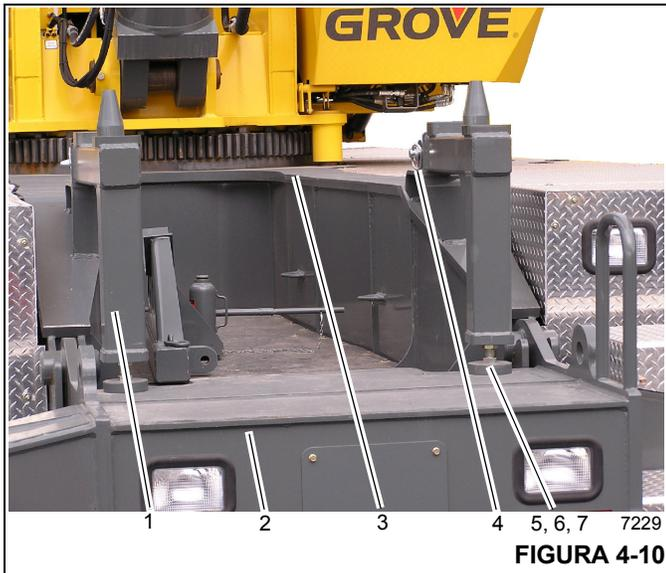
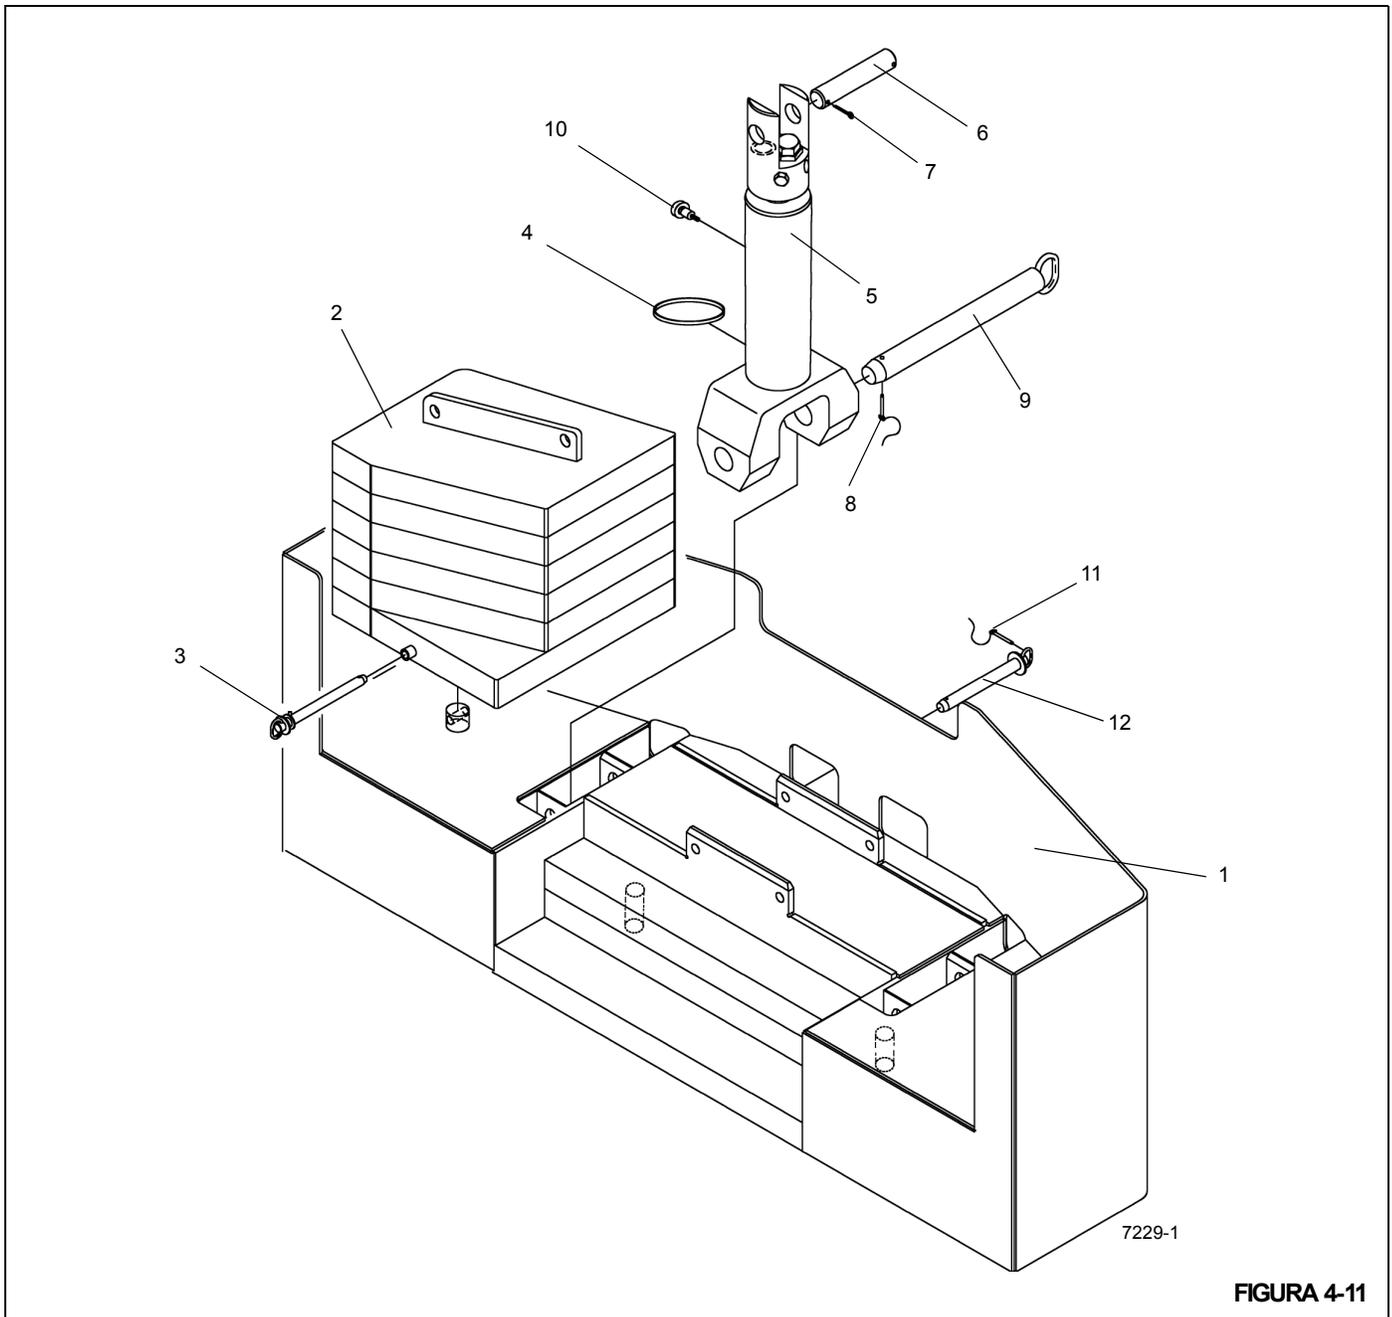
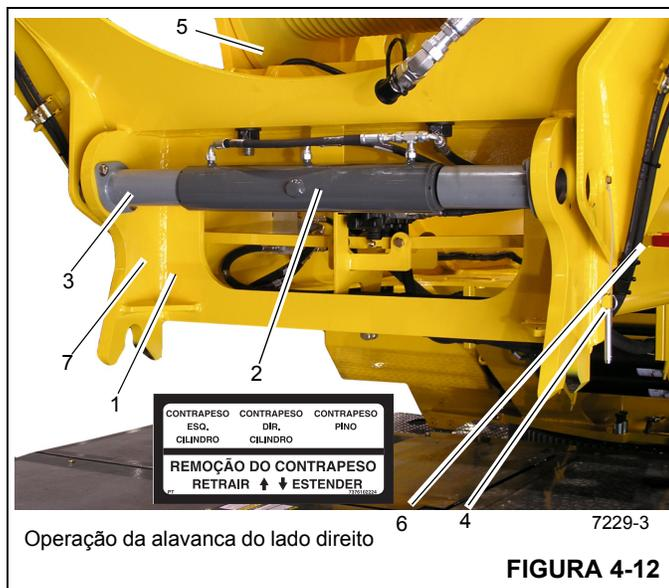

FIGURA 4-10
FIGURA 4-11
FIGURA 4-12
1. Utilizando um dispositivo de elevação adequado, instale os suportes do contrapeso (1) (Figura 4-10) na dianteira da estrutura do transportador (3) e prenda com pinos de engate (4).
O ajuste dos apoios do suporte do contrapeso (1) (Figura 4-10) é proibido quando o contrapeso (1) (Figura 4-11) estiver apoiado sobre eles.
3. Ajuste as placas de apoio (5) com os parafusos de ajuste (6) para dentro ou para fora do suporte do contrapeso até que as patolas do contrapeso na parte superior do suporte do contrapeso estejam niveladas. Não ultrapasse 5,72 cm (2.25 pol.).
4. Aperte as contraporcas (7) contra o suporte do contrapeso.
- Ao instalar o contrapeso (1) (Figura 4-11), verifique se os dois pinos de montagem hidráulica da estrutura do guincho auxiliar (7) (Figura 4-12) estejam totalmente estendidos e que os pinos retentores estejam no lugar antes que o contrapeso seja elevado.
- Antes de desprender a estrutura do guincho auxiliar (7), todos os contrapesos devem estar totalmente abaixados e firmemente apoiados. Antes de abaixar, certifique-se de que a estrutura do guincho auxiliar (7) esteja adequadamente apoiada pelos cilindros de remoção do contrapeso (5) (Figura 4-11) e que os dois pinos hidráulicos de montagem estejam completamente retraídos.
6. Não desconecte, neste momento, as linhas dos cilindros de remoção do contrapeso (5) (Figura 4-11).
NOTA: Pode ser necessário retrain os cilindros de remoção do contrapeso (5) (Figura 4-11) para aliviar o peso do contrapeso nos pinos da estrutura do guincho auxiliar (12) (Figura 4-11).
7. Remova os pinos de engate (11) (Figura 4-11) e os pinos do contrapeso à estrutura do guincho (12) (Figura 4-11). Eles são acessados através dos furos localizados atrás do contrapeso (1) (Figura 4-11).
8. Usando as alavancas de remoção do contrapeso (6) (Figura 4-12), estenda os cilindros de remoção do contrapeso (5) (Figura 4-11) e abaixe cuidadosamente o contrapeso (1) (Figura 4-11) nos apoios do contrapeso.
9. Remova os pinos de retenção (4) (Figura 4-12) para permitir o que o cilindro de remoção do pino (2)
(Figura 4-12) retraia os pinos nas extremidades de suas hastes.
10. Use as alavancas de remoção do contrapeso (6) (Figura 4-12) para retrain os pinos nas extremidades das hastes do cilindro de remoção do pino (2) (Figura 4-12) e solte a estrutura do guincho auxiliar (7) (Figura 4-12) da mesa giratória.
11. Retraia os cilindros de remoção do contrapeso (5) (Figura 4-11) e abaixe cuidadosamente a estrutura do guincho auxiliar (7) (Figura 4-12) no contrapeso.
13. Prenda o contrapeso (1) (Figura 4-11) na estrutura do guincho auxiliar (7) (Figura 4-12) com os pinos de montagem do contrapeso à estrutura do guincho (12) (Figura 4-11) e pinos de engate (11) (Figura 4-11).
Não tente separar a estrutura do guincho auxiliar (7) (Figura 4-12) do contrapeso (1) (Figura 4-11) enquanto estiver sobre o suporte do contrapeso (1) (Figura 4-10). A estrutura do guincho auxiliar (7) (Figura 4-12) pode atingir o contrapeso (1) (Figura 4-11) e derrubá-lo do suporte.
Na opção de contrapeso pesado removível (2) (Figura 4-11), não utilize olhais de elevação no contrapeso pesado para levantar todo o contrapeso pesado e a estrutura do guincho auxiliar. Os olhais de elevação do contrapeso pesado são projetados para levantar apenas o contrapeso pesado removível.
15. Prenda com lingas um dispositivo de elevação adequado à estrutura do guincho auxiliar (7) (Figura 4-12). Use o guindaste para transferir com cuidado a estrutura do guincho auxiliar (7) (Figura 4-12) e o contrapeso (1) (Figura 4-11) para o solo ou veículo adequado de transporte.
NOTA: A etapa 16 aplica-se ao contrapeso pesado removível (2) (Figura 4-11).
16. Diminua, se desejável o peso no contrapeso retirando os dois conjuntos soldados do contrapeso pesado (2) (Figura 4-11). Para retirar os conjuntos soldados, prenda um dispositivo de elevação adequado com linguas presas aos olhais de elevação. Libere os conjuntos soldados do contrapeso removendo os pinos. Usando o dispositivo de elevação, retire os conjuntos soldados.
3. Monte o contrapeso padrão removível (1) (Figura 4-11) e a estrutura do guincho auxiliar (7) (Figura 4-12) no solo ou sobre um veículo de transporte adequado.
Monte o contrapeso pesado removível (2) (Figura 4-11) e a estrutura do guincho auxiliar (7) (Figura 4-12) no solo ou sobre um veículo de transporte adequado.
O conjunto do contrapeso pesado removível (2) (Figura 4-11) deve ser instalado com dois contrapesos pesados. Usar somente um contrapeso pesado pode fazer com que o guindaste fique instável.
NOTA: A etapa a seguir aplica-se ao contrapeso pesado removível (2) (Figura 4-11).
4. Prenda um dispositivo de elevação adequado com linguas aos olhais de elevação de cada conjunto soldado do contrapeso pesado. Com o dispositivo de elevação, instale cuidadosamente os dois conjuntos soldados do contrapeso pesado (2) (Figura 4-11) no lugar na estrutura do guincho auxiliar do contrapeso (7) (Figura 4-12). Fixe os conjuntos soldados do contrapeso no lugar com os pinos.
5. Usando um dispositivo adequado de elevação com linguas presas à estrutura do guincho auxiliar (7) (Figura 4-12), posicione cuidadosamente a estrutura do guincho auxiliar (7) (Figura 4-12) no contrapeso (1) (Figura 4-11).
6. Prenda o contrapeso (1) (Figura 4-11) aos cilindros de remoção do contrapeso (5) (Figura 4-11) com os pinos
de montagem do cilindro ao contrapeso (9) (Figura 4-11) e pinos de engate (8) (Figura 4-11). Prenda o contrapeso (1) (Figura 4-11) na estrutura do guincho auxiliar (7) (Figura 4-12) com os pinos de montagem do contrapeso à estrutura do guincho (12) (Figura 4-11) e pinos de engate (11) (Figura 4-11).
7. Instale os suportes do contrapeso (1) (Figura 4-10) na dianteira do transportador. Consulte *Instalação do suporte do contrapeso*, página 4-12.
11. Remova os pinos de engate (8) (Figura 4-11) e os pinos de montagem do contrapeso à estrutura do guincho (9) (Figura 4-11) para liberar a estrutura do guincho auxiliar (7) (Figura 4-11) do contrapeso (1) (Figura 4-11).